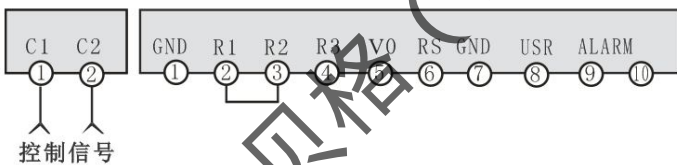

图 3：不带限幅功能的自动控制（调压）接线图
5.3.1.1 自动调试：按图 3 的自动控制接线，将控制信号的输出接到 C1、C2 端，R1、R2 短路，输入变化信号逐步增大时，绿色输入灯亮度和负载电压应随输入增大而增大。负载电压、电流应均匀变化且三相平衡。